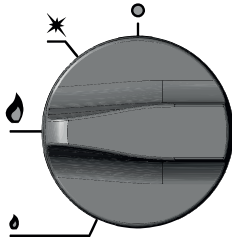

Bild 10. Einstellung des Drehknopfes bei der der Brenner mit voller Leistung funktioniert.
- Den Drehknopf (mit einer Bewegung gegen den Uhrzeigersinn) in die Position Vollflamme drehen (Bild 10), damit der Hauptbrenner angezündet wird (dieser wird durch den Pilotbrenner angezündet). Als nächstes, den Drehknopf weiter in dieselbe Richtung drehen, wodurch man eine Sparflam-